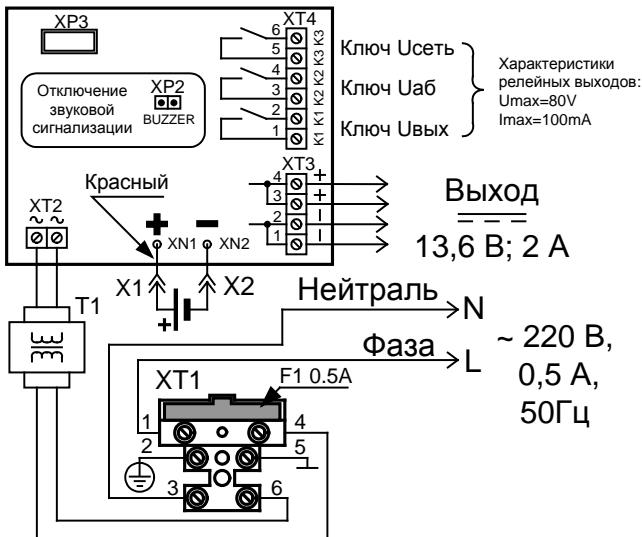

Рисунок 1 Схема подключения РИП
1.2.15 РИП обеспечивает возможность отключения звуковой сигнализации путём снятия перемычки с разъёма XP2 (расположение разъёма показано на Рис. 1.).
**ВНИМАНИЕ! При подключении внешнего питающего напряжения 220 В к сетевой колодке необходимо соблюдать правильность подключения проводов «фаза» и «нейтраль». Подключение производить в соответствии с рисунком, расположенным на внутренней стороне корпуса или в соответствии с Рис. 1 данной этикетки.**
- подключить нагрузку к выходной клеммной колодке, соблюдая полярность (XT3/1,2 – «-», XT3/3,4 – «+»), см. Рис. 1).
выходы оптореле K1, K2 и K3 к шлейфам сигнализации приборов согласно Рис. 1. Состояния цепей оптореле приведены в Таблице 1.